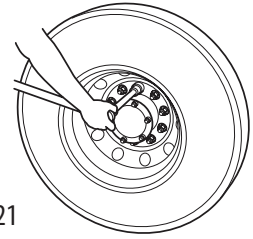

Figura 21
7. Ajuste la tuerca superior primero. Aplique un par de torsión de 50 ft-lb para levantar el tambor para freno completamente hasta la maza (vea la figura 21).